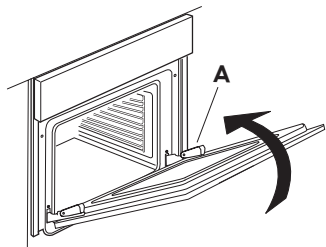

fig. 2
3. Lukk døren til den blokkeres (A), løft den opp (B) og sving den rundt (C) til den frigjøres (D) (Fig. 2, 3, 4)